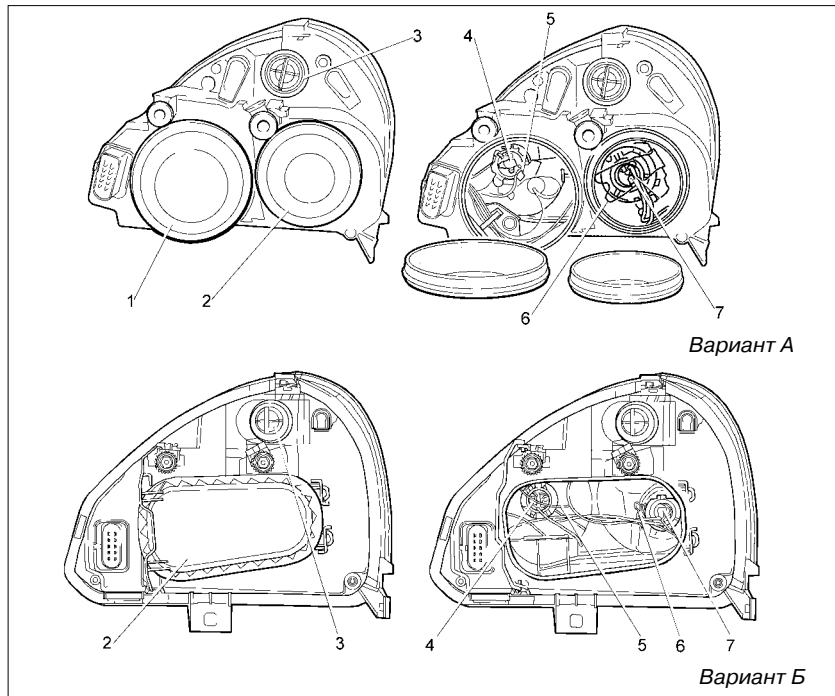

Рис. 56. Блок-фара
– снимите крышку 1 для варианта А или крышку 2 для варианта Б (рис. 56);
– снимите крышку 2 для обоих вариантов (рис. 56);